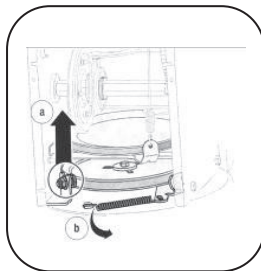

Рис.4
5. Отсоедините пружину опорного кронштейна от рамы (Рис.4).